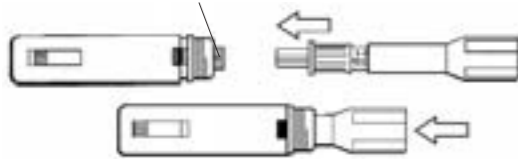

FIG 6
3. Insert the filled syringe inside the syringe housing (**Fig 6**).
3. Insérer la seringue remplie dans le porte seringue (**Fig 6**).
3. Inserte la jeringa llena en la carcasa de la jeringa (**Fig 6**).